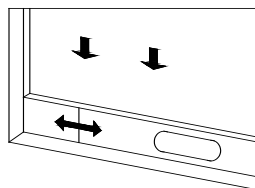
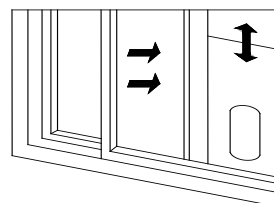

Fig. 2
Fig.3
- 1) Abra parcialmente a janela e monte o suporte de vedação na janela (como mostrado na Fig. 2 e Fig. 3); A montagem pode ser colocada na direção horizontal e vertical.